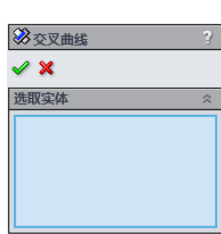

图 2-81 【交叉曲线】对话框
- 03 单击【草图】选项卡上的  【交叉曲线】按钮，或者单击菜单栏上的【工具】|【草图工具】|【交叉曲线】命令，系统弹出如图 2-81 所示的对话框。